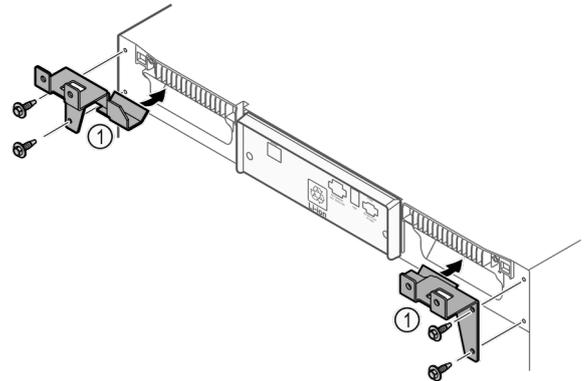

Fig. 8
u Halteteile Fig. 8 (1) mit beiliegenden Schrauben am Gerät montieren.